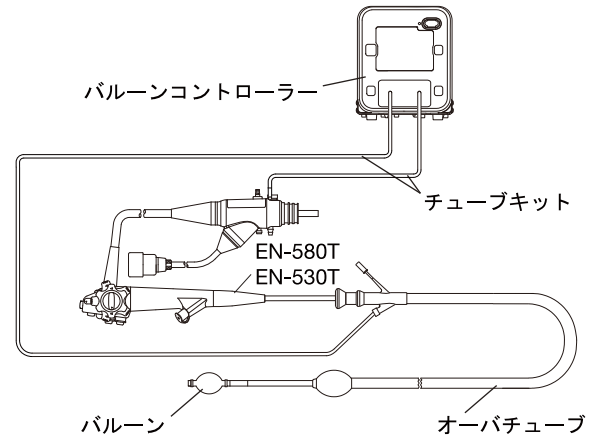
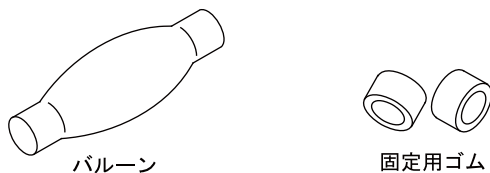

図2 (B)
図1
** 本製品(図1)は、「ダブルバルーン内視鏡システム」の付属品である。外径により2種類に分類され、-A1-, -A2-の識別子を名称の後に付けて識別する。「ダブルバルーン内視鏡システム」は、本製品、内視鏡、オーバチューブ、バルーンコントローラーおよびチューブキットで構成され(表1、表2)、これらを接続して使用する。図2は接続時の状態である。